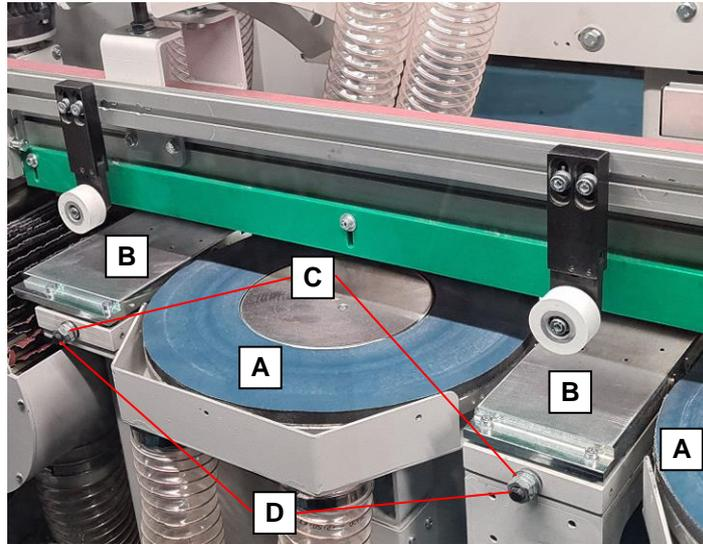

Abb. 4.4.10.4
Mit Bezug auf die Abb. 4.4.10.4 muss auf der Grundlage der von den beiden Schleifscheiben (A) abgetragenen Materialmenge die korrekte vertikale Position der beiden Auflageflächen (B) wiederhergestellt werden. Zum Einstellen lösen Sie die Sicherungsmutter und die Kontermutter (C) und verwenden einen festen Schraubenschlüssel, um den Schaft des Exzentrersystems (D), das sich unter dem Tisch befindet, zu drehen, um die Schleifteller zu nivellieren. Ziehen Sie nach der Einstellung die Kontermuttern und Sicherungsmuttern wieder an.